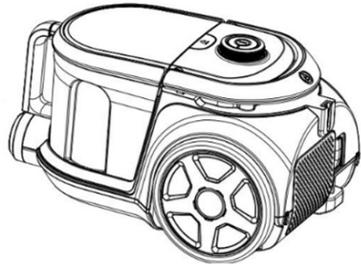

Abb. 4
4. **Abb.4: So überprüfen Sie die Wicklung des Netzkabels.**